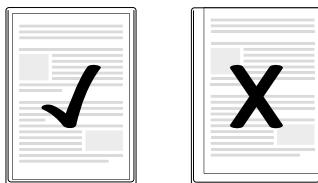

Fig. 1
- ▶ Tenere presente che tutti i margini del documento devono avere almeno due millimetri di distanza dal margine della tasca di pellicola, come indicato in Fig. 1.
- Tenere presente che tutti i margini del documento devono avere almeno due millimetri di distanza dal margine della tasca di pellicola, come mostrato in Fig. 1.